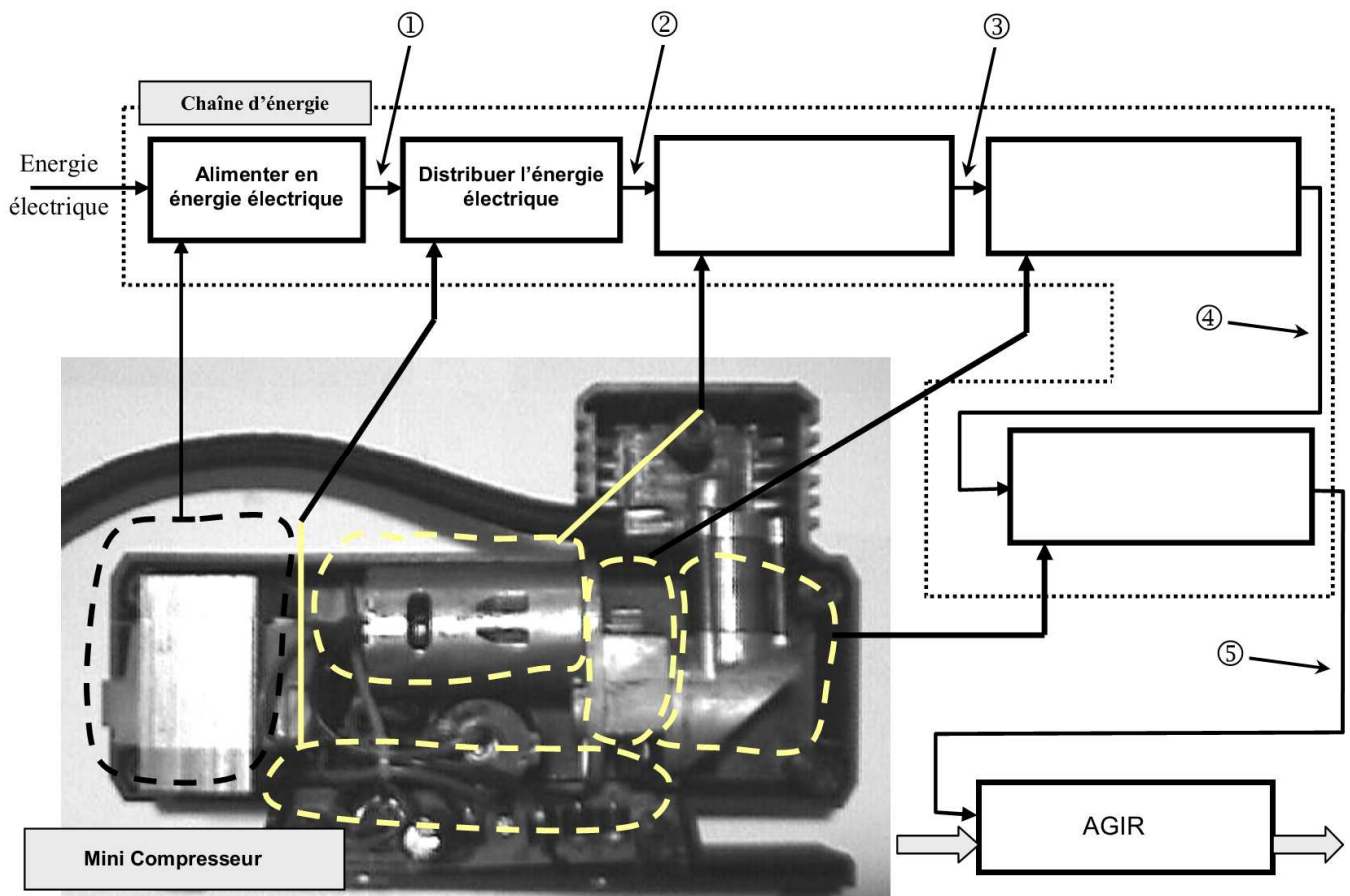

Figure 1 : L'organisation fonctionnelle globale sous forme de schéma blocs
3.1. La *figure 1* présente la structure fonctionnelle globale (chaîne d'énergie) du mini compresseur sous forme de schéma blocs. Les constituants de la chaîne d'énergie sont reliés entre eux par un **lien de puissance*** transportant les deux grandeurs, **effort e** (force, couple, pression, tension, ...) et **flux f** (vitesse linéaire, vitesse angulaire, débit, courant, ...), dont le produit caractérise le transfert de puissance entre ces constituants.